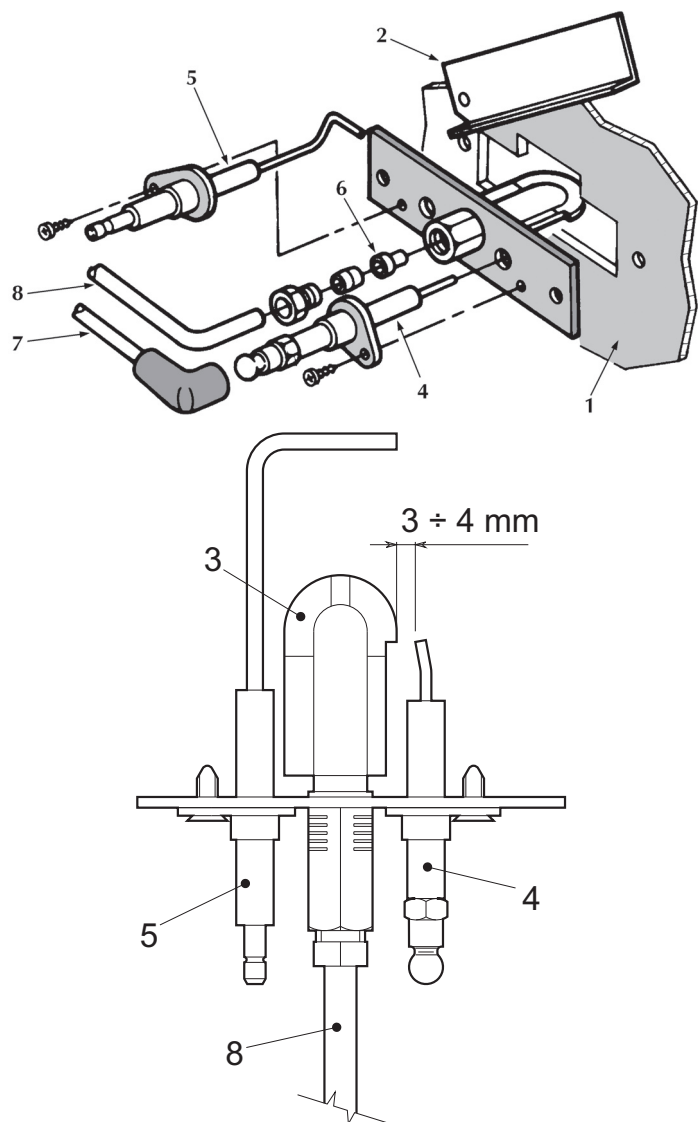

fig. 8 - Bruciatore pilota
- Gli elettrodi devono essere liberi da incrostazioni e correttamente posizionati (vedi fig. 8).
Dopo alcuni tentativi d'accensione, la centralina elettronica mette in blocco la caldaia.	<ul style="list-style-type: none"> Pulire con aria compressa gli ugelli dei bruciatori pilota. Controllare che l'arrivo del gas alla caldaia sia regolare e che l'aria sia stata eliminata dalle tubazioni. Controllare che gli elettrodi siano correttamente posizionati e senza incrostazioni (vedere fig. 8). Verificare che la caldaia sia allacciata ad una buona connessione di terra. Controllare i collegamenti agli elettrodi d'accensione e di ionizzazione.
In fase d'accensione, non avviene la scarica tra gli elettrodi.	<ul style="list-style-type: none"> Controllare che gli elettrodi siano correttamente posizionati e senza incrostazioni (vedere fig. 8). Termostato di regolazione regolato troppo basso. Controllare l'alimentazione elettrica. Controllare i collegamenti agli elettrodi d'accensione e di ionizzazione. Controllare i collegamenti alla centralina elettronica di controllo fiamma. Verificare che non siano invertiti FASE-NEUTRO e che i contatti alla massa siano efficaci. Verificare la pressione del gas in entrata e eventuali pressostati gas aperti. Riarmare il termostato di sicurezza. Assicurarsi che il termostato ambiente sia chiuso.